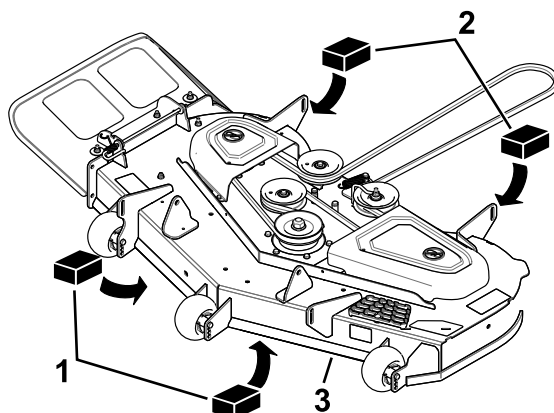

Figura 74
3. Coloque dos bloques de 6,6 cm de grosor debajo de cada lado del borde delantero de la carcasa, pero no debajo de los soportes de los rodillos protectores del césped (Figura 74).
4. Coloque dos bloques de 7,3 cm de grosor debajo del borde trasero del faldón de la carcasa de corte, uno en cada lado de la carcasa de corte (Figura 74).